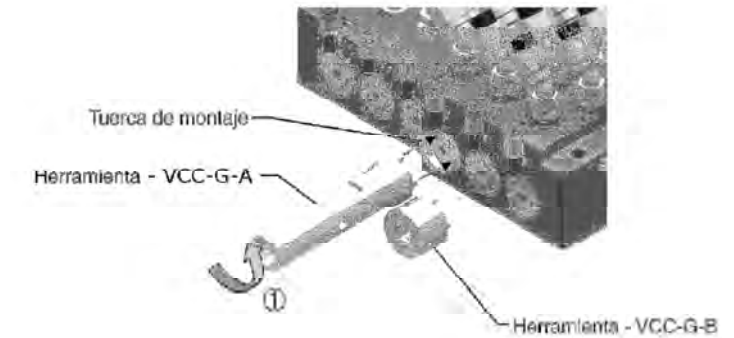

Figura 4
- Desatornille y separe la tuerca de montaje utilizando la herramienta VCC-G-A (o la herramienta VCC-G-B). Véase la Figura 4.